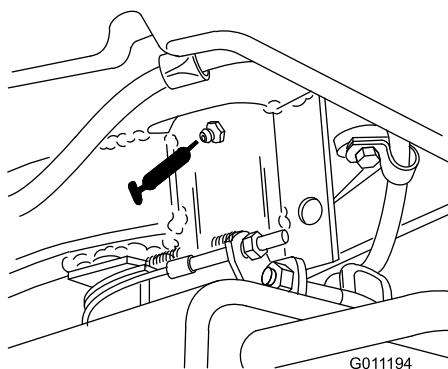

Figura 26
- Forcella del piantone di sterzo (1) (Figura 26)